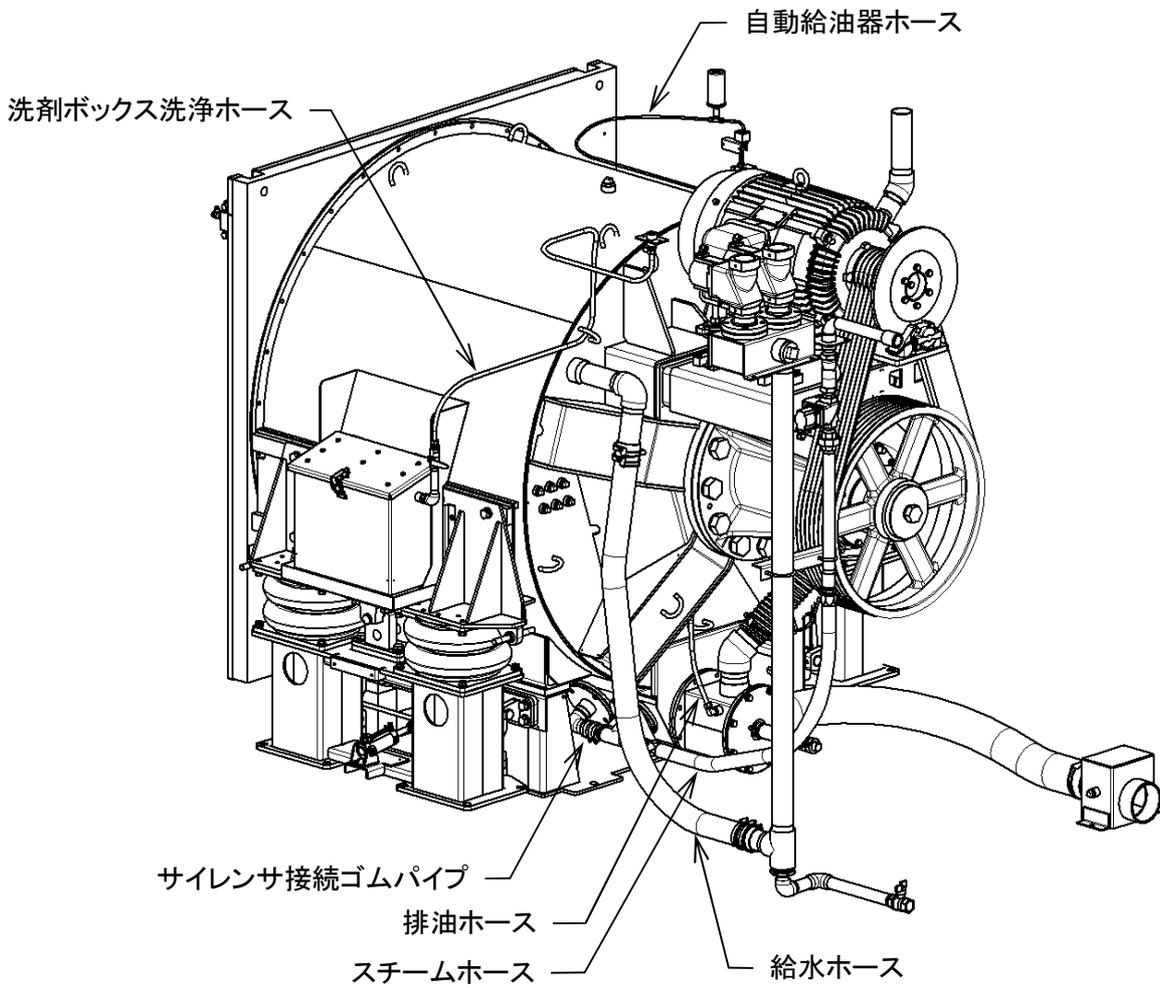

図 8-33
8. 3.21 ホース類の点検(図 8-33、8-34)**警告／WARNING!**